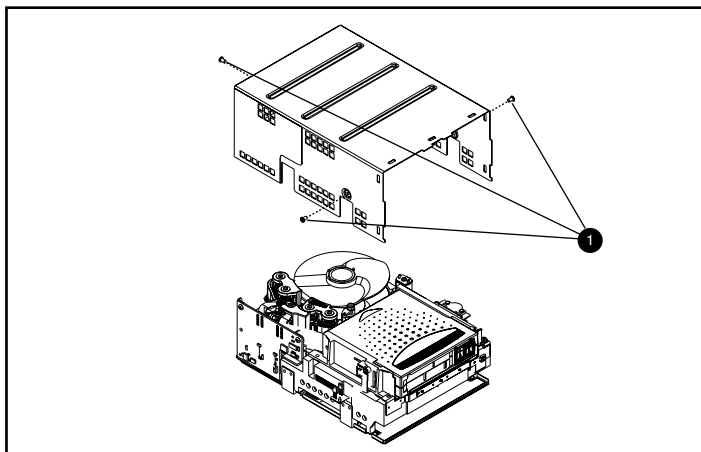

Figura D-2. Extracción de la cubierta
Tres tornillos fijan la cubierta de SDLT 110/220 a la unidad. Dos se encuentran a ambos lados de la unidad mientras que el tercero se encuentra en la parte posterior de la misma. Para quitar la cubierta, extraiga todos los tornillos ❶ con un destornillador Torx T8 y levántela (consulte la Figura D-2).